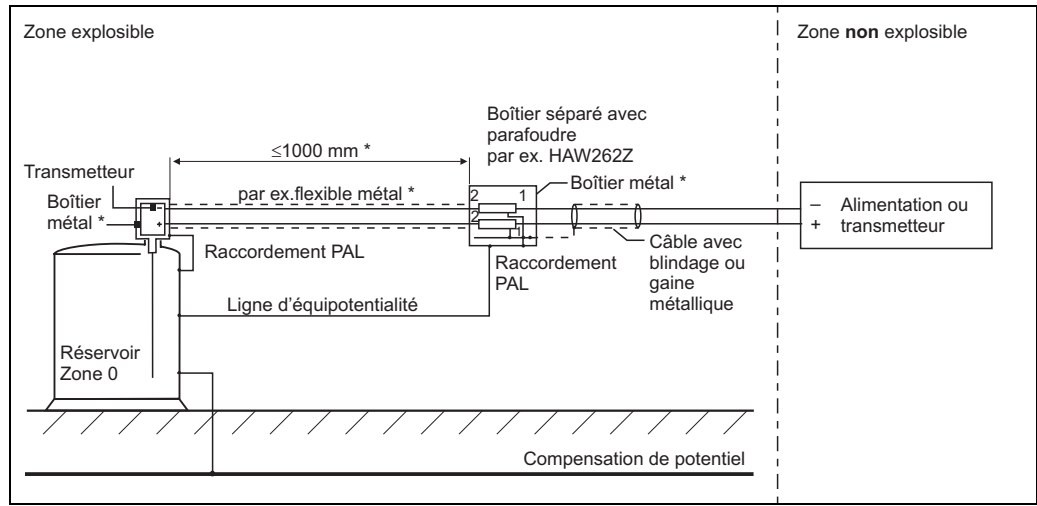

Fig. 2
- Parafoudre (par ex. HAW262Z ou HAW56x, voir fig. 2) :